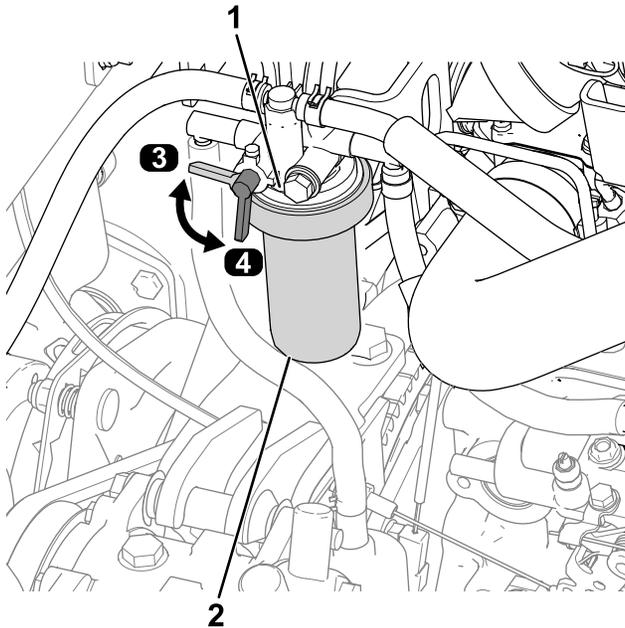

Figura 56
1. Gire la palanca de la válvula de combustible a la posición de CERRADO (Figura 56).
2. Limpie la zona alrededor de la cabeza del filtro de combustible (Figura 56).
3. Retire el filtro y limpie la superficie de montaje de la cabeza del filtro (Figura 56).
6. Gire la palanca de la válvula de combustible a la posición de ABIERTO (Figura 56).